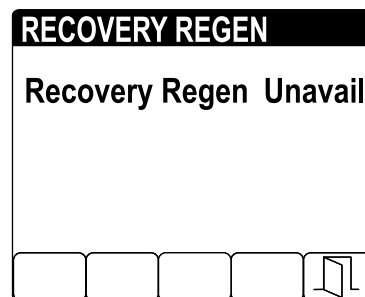

Рисунок 53
- Если компьютер двигателя не запросил восстановительную регенерацию, но вы выбрали опцию RECOVERY REGEN (ВОССТАНОВИТЕЛЬНАЯ РЕГЕНЕРАЦИЯ) (Рисунок 53), экран Recovery Regen заблокируется (станет недоступным).